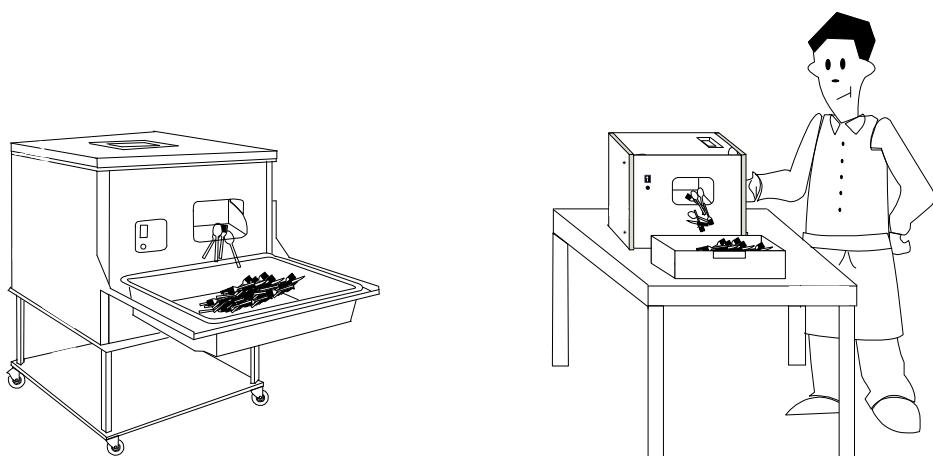

FIG. 7
- Tras comenzar a alimentar la máquina los cubiertos realizarán de forma automática todo el proceso de secado y abrillantado. Una vez finalizado el proceso los cubiertos comenzarán a salir por la abertura frontal o de salida lista para su uso. (FIG. 7)